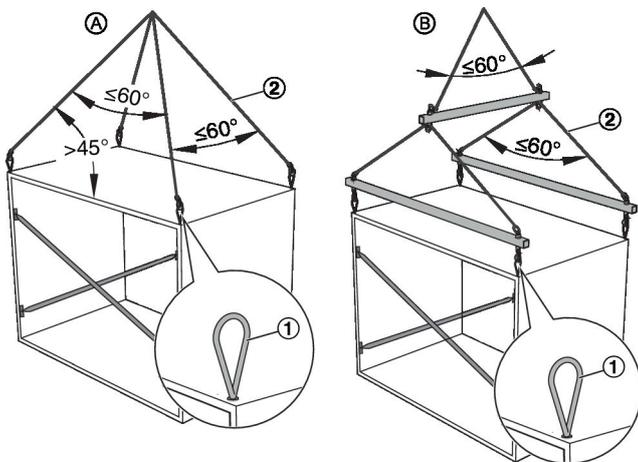

Abb. 7: Krantransport an Seilösen
- Die Anschlagmittel (Abb. 7 /2) an den Seilösen einhängen.
- ① Anschlagpunkt Seilöse
- ② Anschlagmittel
- Alle Seilösen (Abb. 7 /1) vollständig in alle Gewindebohrungen einschrauben.